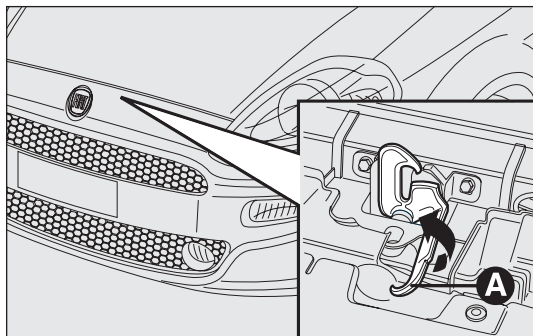

рис. 101
- потяните за рычажок А – рис. 101, как показано на рисунке;